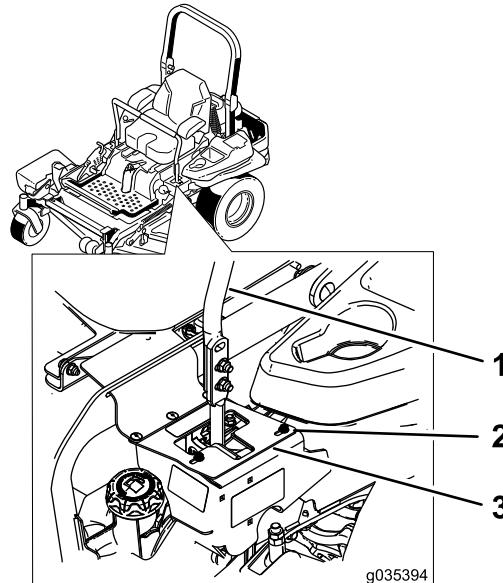

Figura 68
ranhura T esquerda até a máquina ficar a direito (Figura 68).
7. Se virar para a esquerda, desaperte os parafusos e ajuste a placa do batente direito para a ranhura T direita até a máquina ficar a direito (Figura 68).
8. Aperte a placa do batente (Figura 68).